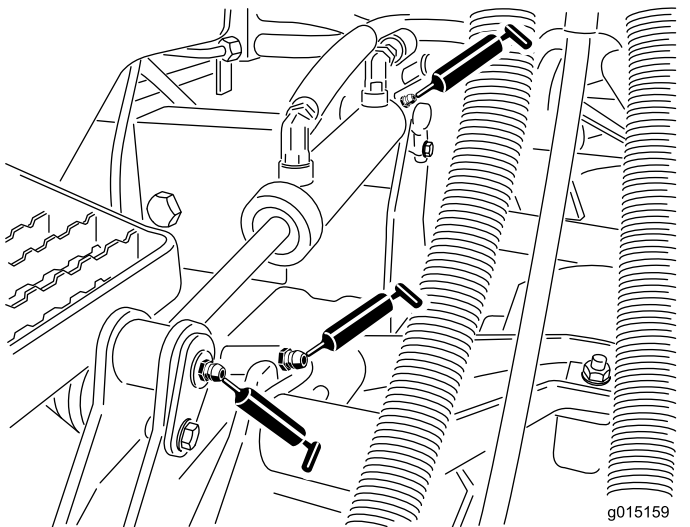

Figure 84
- Bagues de bras de levage (1 par unité de coupe) (Figure 84)
- Bagues de vérin de levage (2 par unité de coupe) (Figure 84)